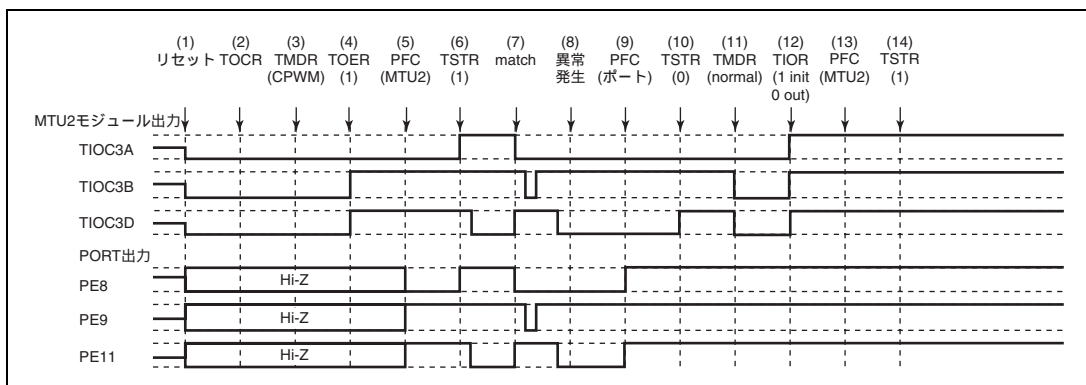

図 12.135 相補 PWM モードで異常が発生し、ノーマルモードで復帰する場合
相補 PWM モードで異常が発生し、再設定後ノーマルモードで再スタートする場合の説明図を図 12.135 に示します。
- (1) ~ (10) は図 12.135 と共通です。
- (11) PWM モード 1 を設定してください (MTU2 出力はローレベルとなります)。
- (12) TIOR で端子を初期化してください (PWM モード 1 では TIOC*B 側は初期化されません)。
- (13) PFC で MTU2 出力としてください。
- (14) TSTR で再スタートします。
(23) 相補 PWM モードで動作中に異常が発生し、相補 PWM モードで再スタートする場合の動作
- (11) PFC で MTU2 出力としてください。
- (12) TSTR で再スタートします。
- (13) コンペアマッチの発生により相補 PWM 波形を出力します。
(24) 相補 PWM モードで動作中に異常が発生し、相補 PWM モードで新たに再スタートする場合の動作
(1) ~ (10) は図 12.135 と共通です。
(11) ノーマルモードを設定し新しい設定値を設定してください (MTU2 出力はローレベルとなります)。
(12) TOER でチャンネル 3、4 の出力を禁止してください。
(13) TOCR で相補 PWM モードの出力レベルと周期出力の許可禁止を選択してください。
(14) 相補 PWM を設定します。
(15) TOER でチャンネル 3、4 の出力を許可してください。
(16) PFC で MTU2 出力としてください。
(17) TSTR で再スタートします。
(25) 相補 PWM モードで動作中に異常が発生し、リセット同期 PWM モードで再スタートする場合の動作
- (11) ノーマルモードを設定してください (MTU2 出力はローレベルとなります)。
- (12) TOER でチャンネル 3、4 の出力を禁止してください。
- (13) TOCR でリセット同期 PWM モードの出力レベルと周期出力の許可禁止を選択してください。
- (14) リセット同期 PWM を設定します。
- (15) TOER でチャンネル 3、4 の出力を許可してください。
- (16) PFC で MTU2 出力としてください。
- (17) TSTR で再スタートします。
(26) リセット同期 PWM モードで動作中に異常が発生し、ノーマルモードで再スタートする場合の動作